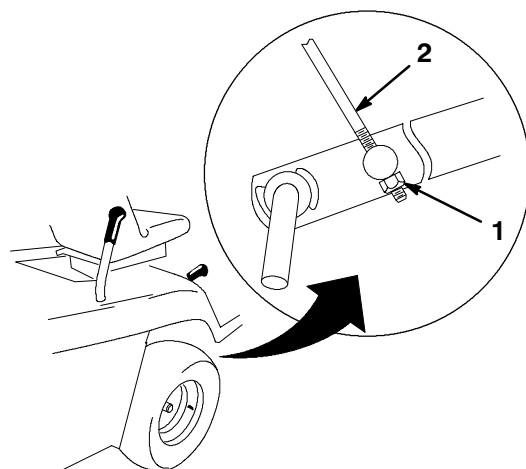

Figure 43
4. Régler le contre-écrou M8 du bout de la tige de réglage de hauteur jusqu'à ce que celle-ci soit légèrement tendue (Fig. 43).